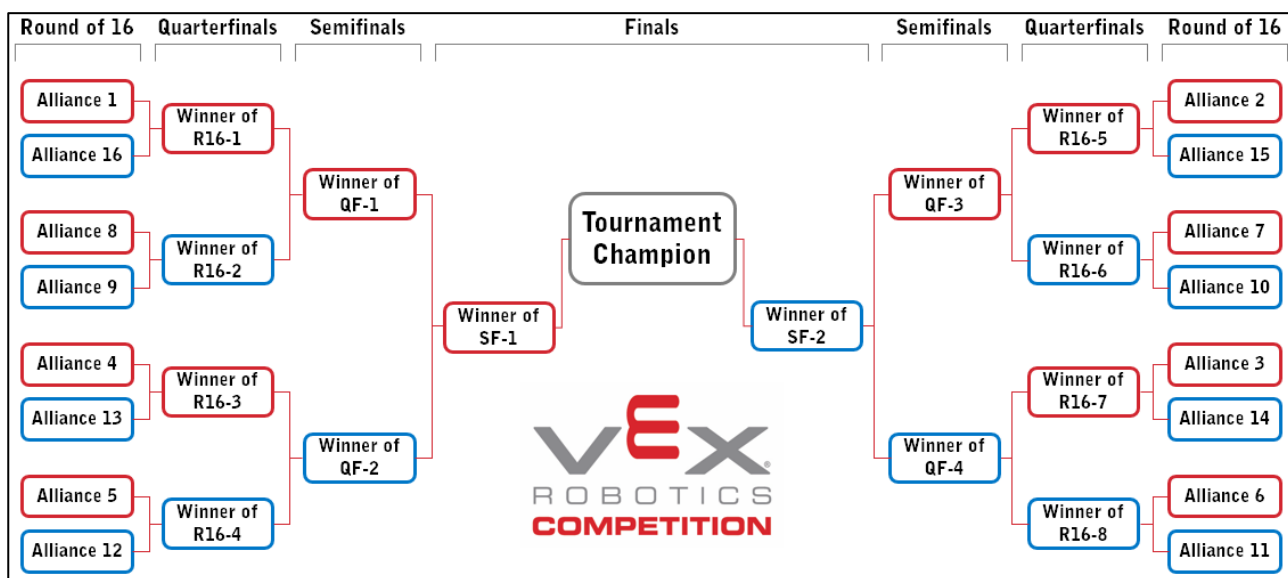

图 T17-1 16 联队对阵图
**<T17> 淘汰赛按对阵图进行。**十六 (16) 支联队淘汰赛将按图 T17-1 的对阵图进行，每轮各赛局按编号进行：